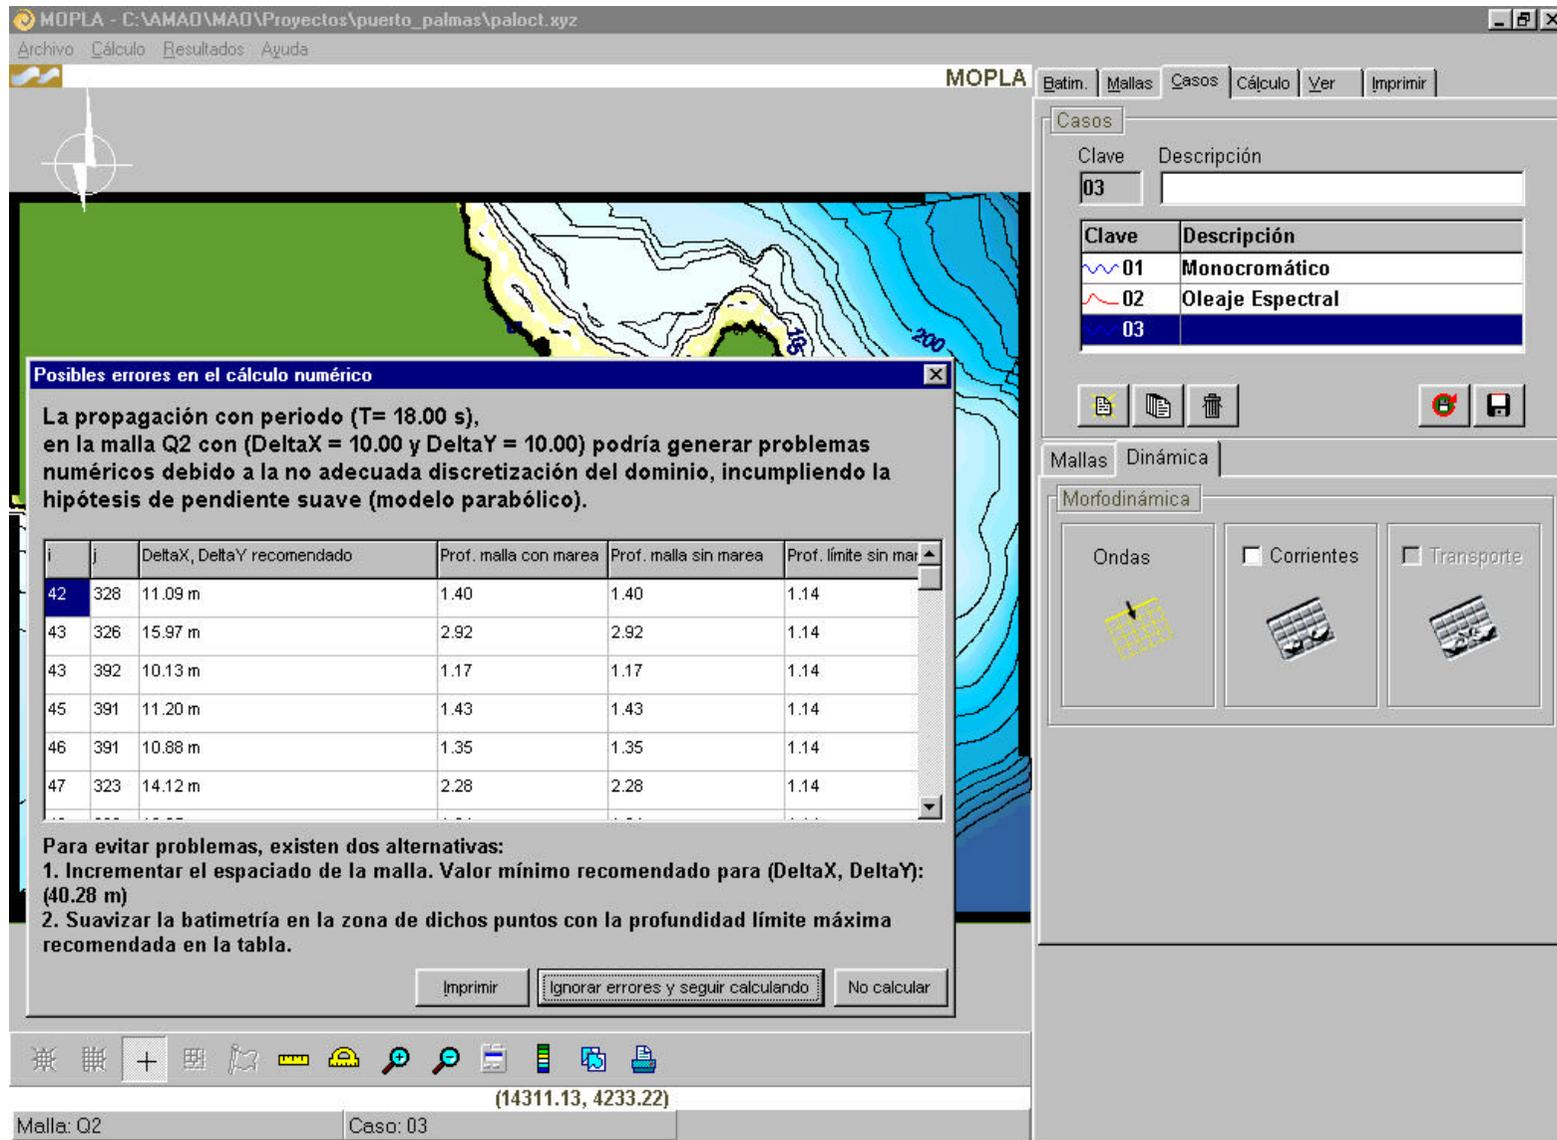

Figura 6.5. Mensaje de advertencia para tamaños mínimos de malla (DXR_d , DYR_d)
Siempre que ejecutemos un caso, el programa Mopla revisa en las mallas si hay puntos que no cumplen con esta condición. En este momento nos da una advertencia en pantalla y recomienda suavizar la batimetría en cercanías de puntos de tierra, o aumentar los incrementos de malla, tal y como se muestra en un ejemplo en la figura 6.5.
Los límites en profundidades indefinidas $\left(\frac{d}{L_0} = 0.5\right)$ para los períodos de $T = 8, 10$ y 18 s. Son aproximadamente $d = 50, 80$ y 250 m. Como se ve en la figura 6.5, las batimétricas mayores a 90 m son relativamente paralelas entre sí y perpendiculares al Norte (N) y las batimétricas entre 90 y 50 m se pueden asumir paralelas y perpendiculares a la dirección NW.